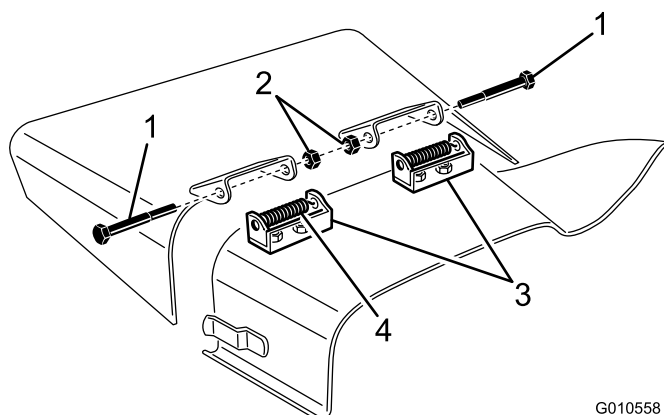

図 27
2. デフレクタマウントをピボットブラケットに固定しているボルト（2本）、ロックナット、スプリングを外す（図 27）。
3. ピボットブラケットを外すには、キャリッジボルトとナットを外す（図 27）。